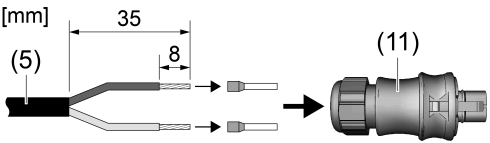

Bild 6: Anschluss: Stecker "Wieland RST20i2"
- i** Maximale Anzahl Leuchten pro Leitungsschutzschalter (14) beachten (siehe "Dimensionierung").
- Stecker (11) gemäß Zeichnung an der Anschlussleitung (5) der Leuchte anbringen (Bild 6).
- Leuchten gemäß Anschlusskizze verdrahten: Einzelverdrahtung mit Anschlusskupplung (12). Verkettung z. B. mit Steckverbinder für Durchverdrahtung (13).